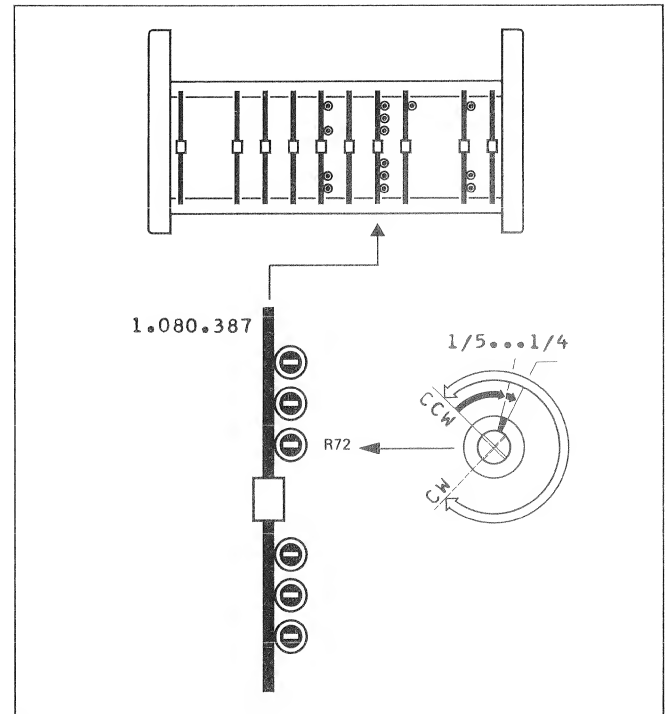

Fig.4.8
- R72 (CUT) fuer EDIT-"Rueckwaerts": Auf $1/5 \dots 1/4$ des Einstellbereiches aufdrehen (Uhrzeigersinn CW). -> Fig.4.8